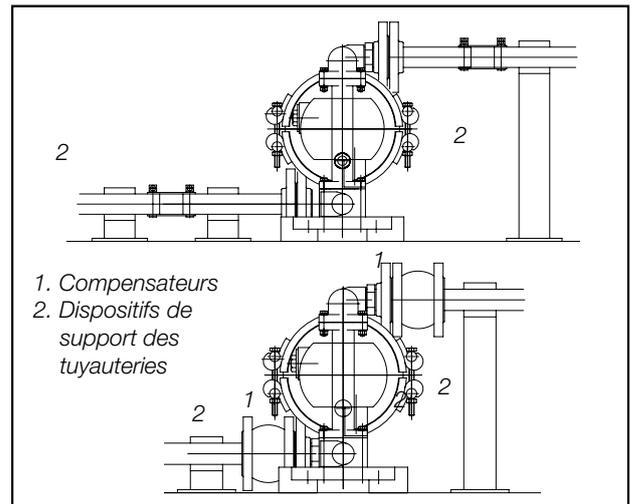

Fig. 3 Exemple d'installation de la pompe à membranes
**forme stable et résistant à la pression ou un compensateur côté aspiration et refoulement de la pompe (Fig. 3). Cela évite la transmission de pulsations dans la pompe.**